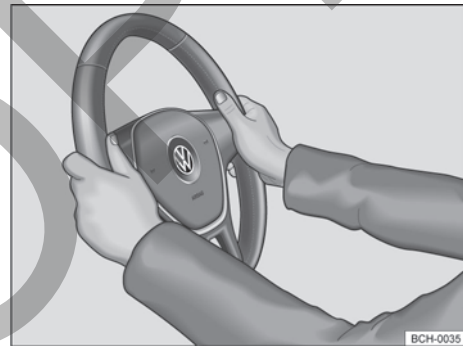

Fig. 60 En el volante: posición 9 y 3 horas.
- Ajustar la posición del volante de forma que pueda sostenerlo lateralmente por el borde exterior *en las posiciones equivalentes a las 9 y a las 3* → fig. 60 con ambas manos y los brazos ligeramente doblados.
- Empuje la palanca ① siempre por su mango con firmeza hacia arriba después del ajuste, para bloquear la posición del volante.
- Durante la conducción, siempre sujete el volante con ambas manos lateralmente en el borde externo en la posición equivalente a las 9 y a las 3 → fig. 60, para reducir las lesiones provocadas por un disparo del airbag frontal del conductor.